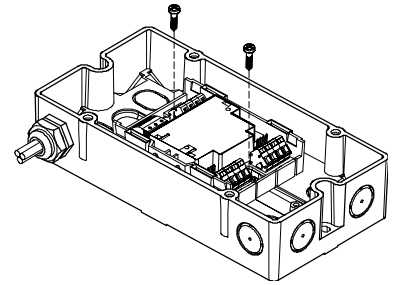

Fig. 3
- in FDCH221 housing (Fig. 3)
5. Use two M3 x 12 screws to fit the module in the housing (Fig. 3).
- Im Gehäuse FDCH221 (Fig. 3)
- Montieren Sie den Baustein mit zwei Schrauben M3 x 12 im Gehäuse (Fig. 3).